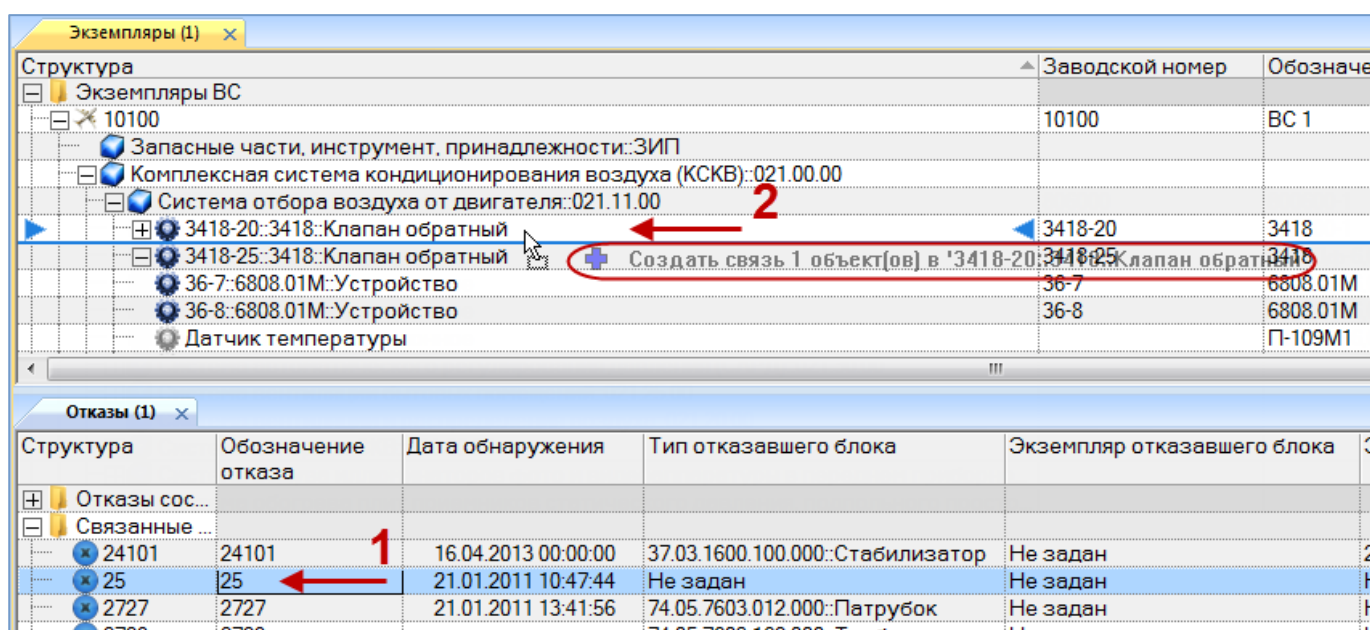

Рис. 13-294 – Переместить отказ на экземпляр компонента
- 2) Выбрать отказ в рабочем окне «Отказы» (1 на рис. 13-294).
- 3) Переместить с помощью мыши отказ на экземпляр компонента в окно «Экземпляры» – появится подсказка вида «+ Создать связь X объект(ов) в ...» (2 на рис. 13-294). Отпустить кнопку мыши.